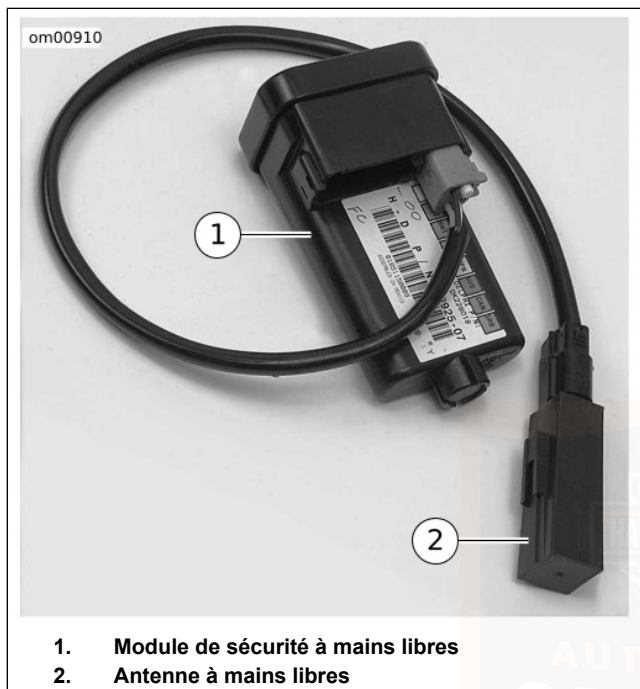

Figure 36. Module de sécurité avec antenne (illustré déposé)
Voir Figure 36. Le système de sécurité Smart de Harley-Davidson (H-DSSS) inclut un module de sécurité à mains libres (HFMS) (1) et une antenne à mains libres (2) montés sur la moto, et un porte-clés à mains libres **conservé** par le conducteur/passager.